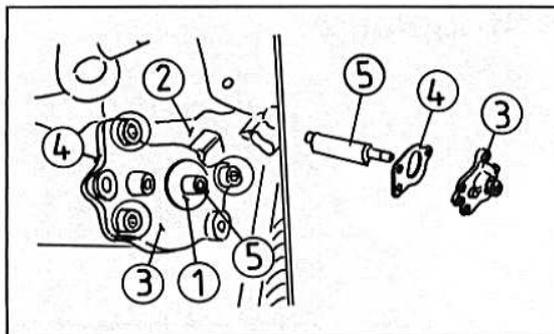

Bild 166
- Den Schieber entnehmen (Bild 166).